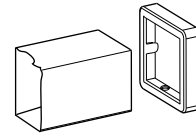

FIGURA 7
**11** Deslice los chapetones (6D) por el marco para el anaquel de cristal (1) con los orificios de los tornillos de fijación del mismo lado que los orificios de los tornillos de fijación en el marco para el anaquel de cristal. (Vea la Figura 7).